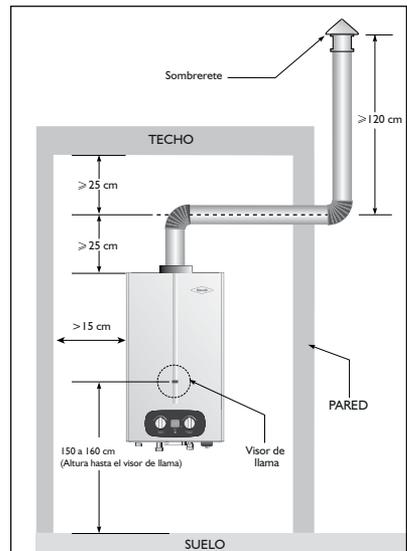

Figura 12
- La sección del tubo de evacuación que se encuentra dentro del recinto, debe conservar una distancia de 25 cm respecto al techo. (Ver figura 12)